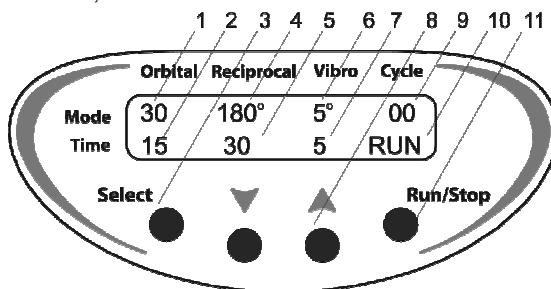

Fig.2. Pannello anteriore
- 4.4. Premere il tasto **Run/Stop** (Fig.2/11) per avviare il programma.
- 4.5. La piattaforma comincerà a eseguire il movimento di agitazione e sul display verranno visualizzate le indicazioni corrispondenti (modalità operativa - RUN - Fig.2/10; conto alla rovescia del ciclo - Fig.2/9; e i vari valori di tempo).
- 4.9. Se non è stato impostato il numero di cicli (l'indicatore del numero di cicli segna 0:00, Fig.2/9), premendo il tasto **Run/Stop** l'unità verrà avviata in modalità di funzionamento continuo e l'operazione potrà essere interrotta solo premendo nuovamente il tasto **Run/Stop** .
- 5.1. Premere il tasto **Select** (Fig. 2/3) per selezionare il parametro che si desidera modificare (il parametro attivo lampeggia).
- 5.2. Utilizzare i tasti ▲ e ▼ (Fig.2/8) per impostare i valori desiderati (tenere premuto il tasto per più di 2 secondi per modificare rapidamente i valori).
- 5.4. È necessario impostare la velocità (Fig.2/1), l'angolo di rotazione (Fig.2/4, Fig.2/6), la durata di ciascun tipo di movimento (Fig.2/2, Fig.2/5, e Fig.2/7) e il numero di ripetizioni per ciclo (Fig.2/9).